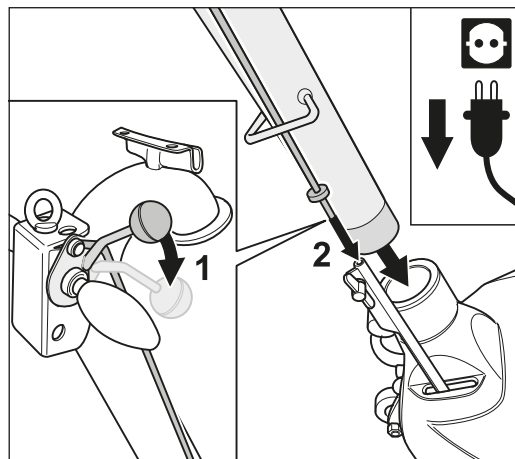

Fig. 2 Lors de l'enfichage du tuyau de guidage, la tringle de descente doit s'insérer correctement !
- 2 Comprimez le levier de descente vers le bas, introduisez le tuyau de guidage dans l'ouverture du boîtier ainsi que la tringle d'abaissement dans l'élément inférieur de la tringle du boîtier de la machine (fig. 2).